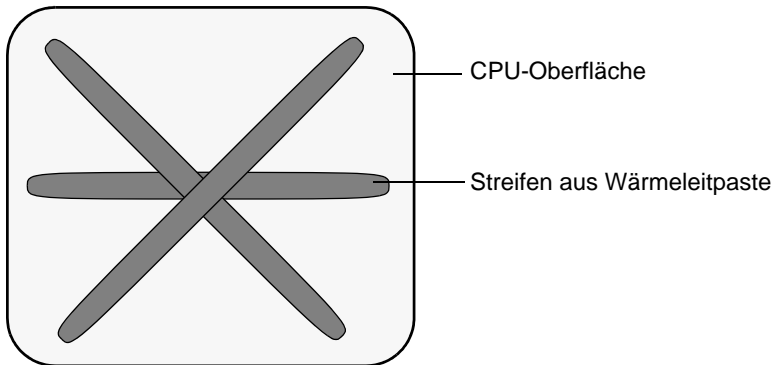

ABBILDUNG 4-12 Muster zum Auftragen der Wärmeleitpaste
- g. Verwenden Sie eine Spritze Wärmeleitpaste (1 ml), und tragen Sie die Paste sorgfältig in dem in **ABBILDUNG 4-12** dargestellten Muster auf der Oberfläche der CPU auf.
Hinweis – Im Lieferumfang der neuen CPU sind zwei Spritzen mit Wärmeleitpaste enthalten, verwenden Sie jedoch pro CPU nur jeweils eine Spritze. Tragen Sie die Paste in dem in **ABBILDUNG 4-12** dargestellten Muster auf.